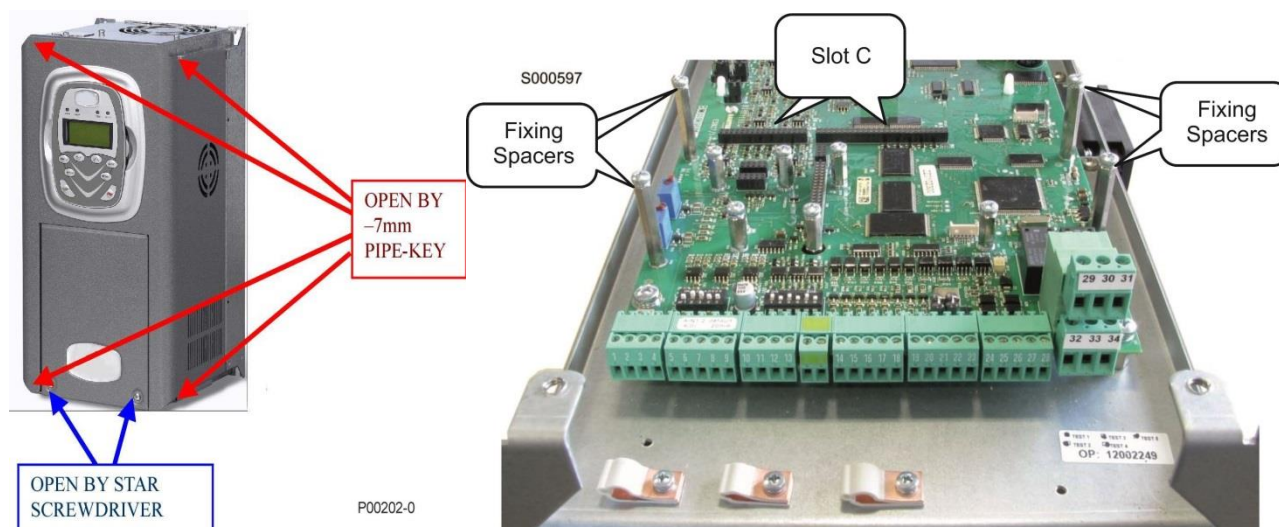

Figura 118: Rimozione del coperchio dell'inverter e posizione dello slot C.
- 2) Per una più agevole installazione della scheda è necessario rimuovere tutto il coperchio dell'inverter allentando le quattro viti a testa esagonale presenti nella parte bassa ed alta dell'inverter. Sono così facilmente accessibili le quattro colonnette metalliche di fissaggio della scheda ES847 ed il connettore dei segnali (Figura 118 - Slot C).